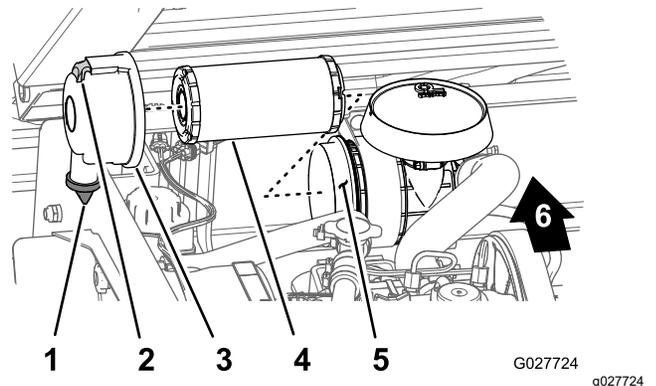

図 31
- エアフィルタのボディにリーク原因となりそうな傷がないか点検する 図 31。
- ラッチを引いて外し、カバーを左にひねってボディからははずす 図 31。
- 汚れを落とさないように注意しながら、ハウジング 図 31 内部からエレメントを静かに引き出す。
1. エアフィルタのカバーについている異物逃がしポートを清掃する **図 31**。
2. カバーについているゴム製のアウトレットバルブを外し、内部を清掃して元通りに取り付ける (**図 31**)。
3. ELEMENTをハウジング内部にしっかり取り付ける。ELEMENTの外側のリムを軽く押さえて確実にハウジングに密着させる **図 31**。
4. アウトレットバルブが下向き後ろから見たとき、だいたい時計の5時と7時の間になるように、**図 31**のようにカバーを取り付ける。
5. カバーをハウジングにラッチで固定する(**図 31**)。